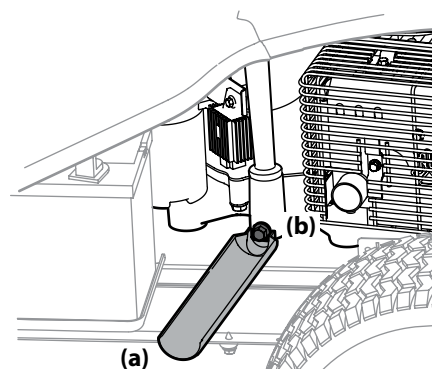

Figura 4-1
- Encaje a presión el extremo pequeño del manguito de drenaje de aceite (a) en el espacio previsto alrededor del tapón de drenaje de aceite (b). Consulte la Figura 4-1.